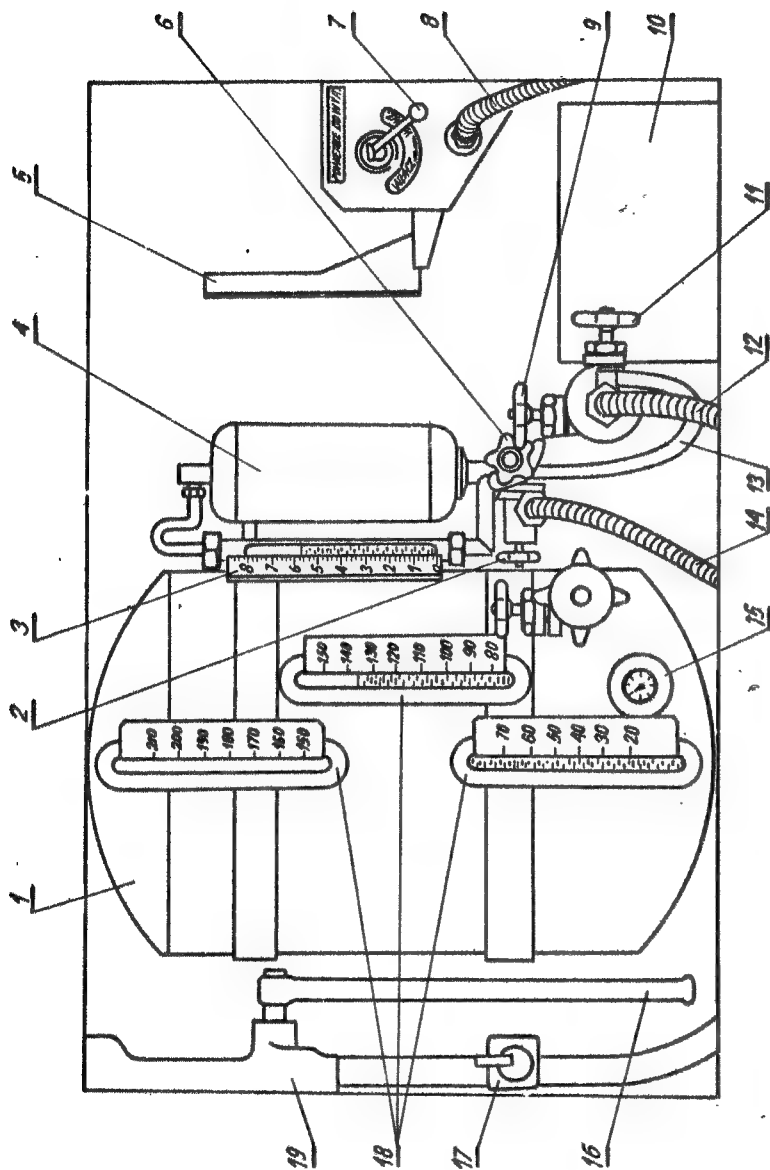

Rys. 75. Tablica sterownicza układu pneumatycznego dystrybutora 9G28M;
- sprawdzić położenie rękojeści 5 /rys. 75 lub 76/ zaworu ZAWORY BEZPIECZEŃSTWA. Rękojeść zaworu powinna być w położeniu POWIETRZE DO ZBIORNICZKÓW I WYROBU;